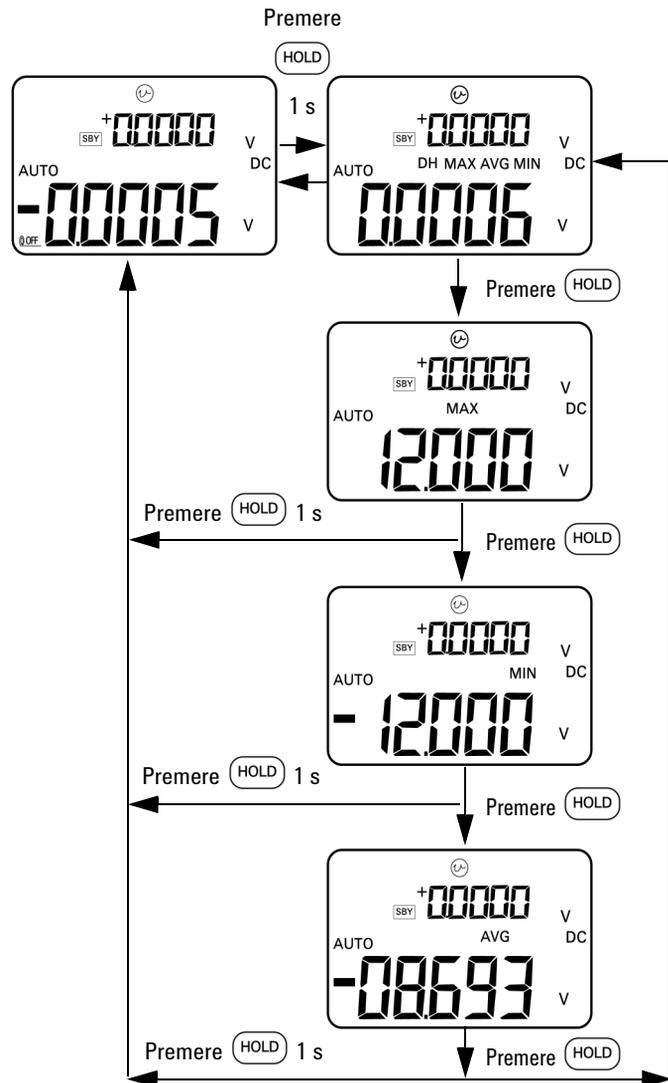

Figura 3-7 Modalità di registrazione dinamica
- 2** Premere **MAX • MIN** per selezionare alternativamente le letture massima, minima, media e corrente. Viene attivato il segnalatore **MAX**, **MIN**, **AVG**, or **MAX AVG MIN** per indicare il valore che viene visualizzato. Vedere la Figura 3-7 a pagina 59 .